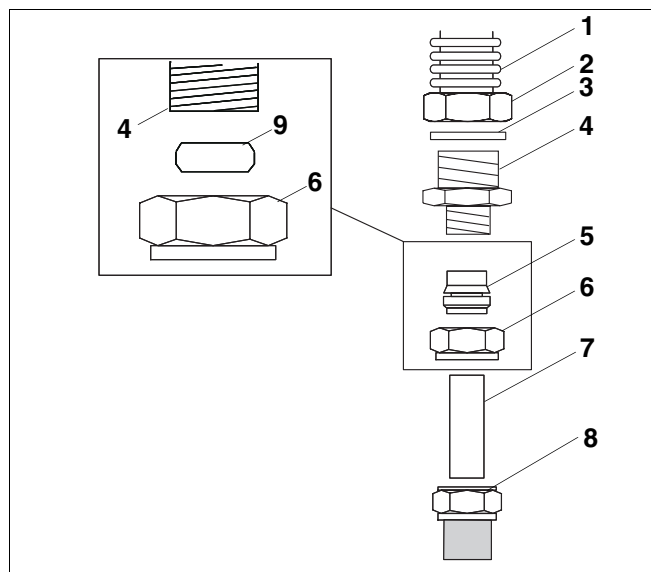

Fig. 6 Collegamento del Twin Tube DN 20 al sistema di serraggio con anello da 18 mm
- Inserite la guarnizione (fig. 6, **pos. 3**) nel dado di raccordo premontato Rp1 (fig. 6, **pos. 2**).
- Avvitare il sistema di serraggio diritto con anello R1 × 22 mm (fig. 6, **pos. 4 e 6**) al dado di raccordo premontato Rp1 (fig. 6, **pos. 2**) del tubo ondulado in acciaio inox (fig. 6, **pos. 1**).
- Fissate il dado di raccordo premontato Rp1 (fig. 6, **pos. 2**) al sistema di serraggio diritto con anello R1 × 22 mm (fig. 6, **pos. 4**) mediante una chiave per bulloni adatta.
- Sostituite l'anello di fissaggio da 22 mm del sistema di serraggio con anello (fig. 6, **pos. 9**) con la riduzione da 22 × 18 mm (fig. 6, **pos. 5**).
- Tagliate i tubi di rame Ø 18 mm (fig. 6, **pos. 7**) a misura giusta per poterli inserire di 2–3 cm nei sistemi di serraggio con anello (fig. 6, **pos. 4, 8 e 6**).
- Spingete i tubi di rame Ø 18 mm (fig. 6, **pos. 7**) accorciati, nei sistemi di serraggio con anello, interamente fino all'arresto. Le riduzioni da 22 × 18 mm (fig. 6, **pos. 5**) devono aderire perfettamente ai tubi di rame Ø 18 mm.